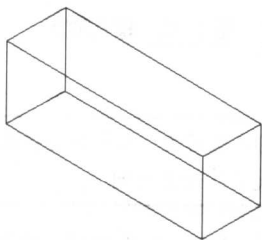

图 2-5 厚度
- 厚度: 为矩形列出隆起厚度, 更适用于三维图形, 如图 2-5 所示。